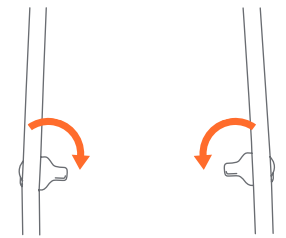

Fig. 18a
- 18)** • Inclinez complètement le siège vers l'arrière et retournez les languettes d'appui du siège d'auto sur le châssis de la poussette (Fig 18a). **REMARQUE :** languettes de support de siège d'auto ne sont utilisés que pour le siège d'auto. Vérifiez que le plateau pour enfant est solidement fixé aux accoudoirs de la poussette.